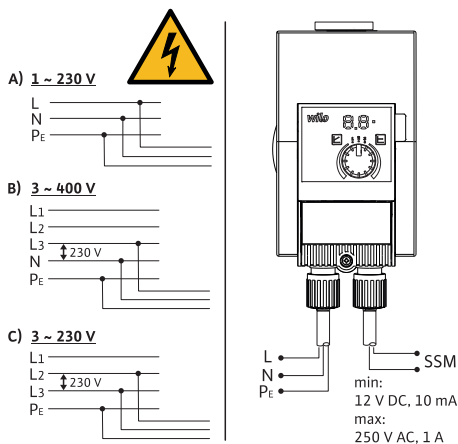

Fig. 3: Aansluitmogelijkheden
- Aansluiten op laagspanningsnetten met 230 V. Bij aansluiting op IT-netwerken (Isolé Terre-aardingsstelsel) altijd zorgen dat de spanning tussen de fases (L1-L2, L2-L3, L3-L1 → Fig. 3) niet hoger wordt dan 230 V.